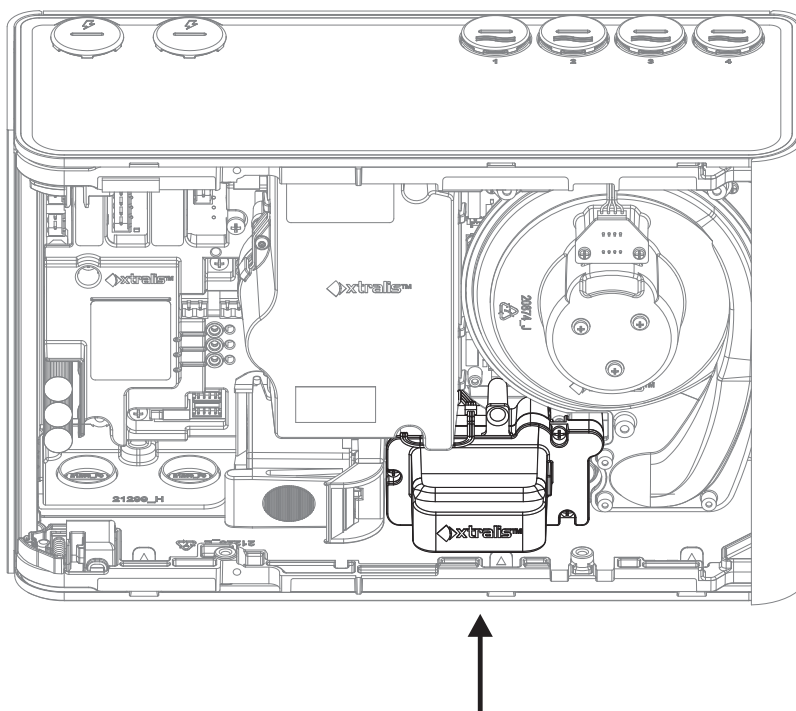

Рис. 7-23: Установка нового пробоотборного модуля.
1. Плотно вдавите пробоотборный модуль в извещатель в направлении, показанном стрелкой, так, чтобы резиновая прокладка пробоотборного модуля установилась на трубы извещателя (Рис. 7-23). Вы почувствуете, как модуль установится на трубы.